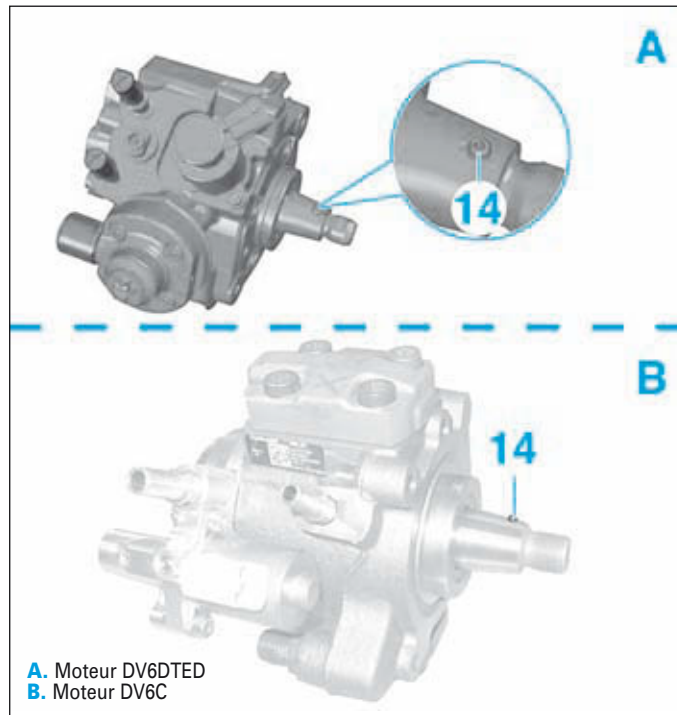

FIG.42
- Vérifier la présence de la goupille (14) (Fig.42)
- Remplacer la canalisation haute pression (6) entre la pompe haute pression et la rampe d'injection.